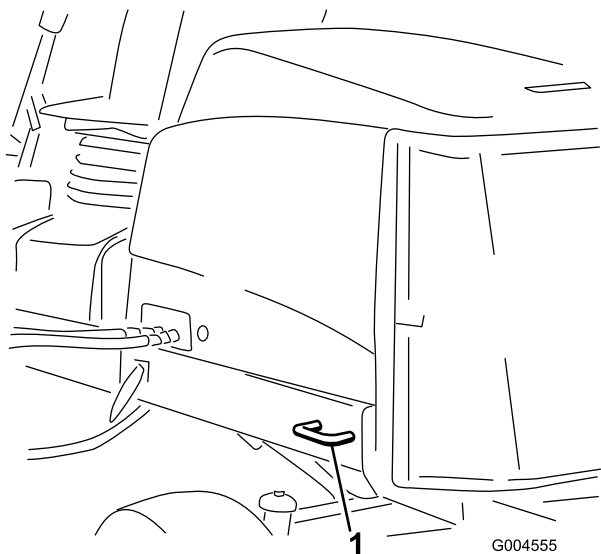

Figura 38
- Detrás – en cada lado de la máquina, en el bastidor trasero (Figura 38).